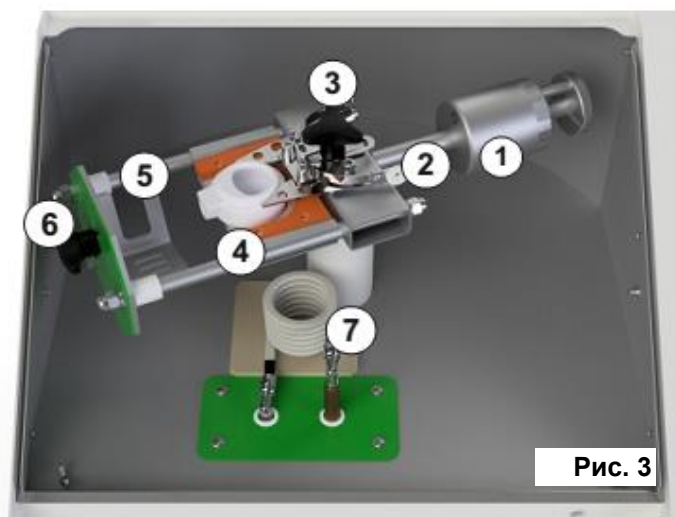

Рис. 3
- Для установки тигля (см. рис. 3):
- нажмите на ручки фиксатора тигля ②,
- установите тигель в гнездо каретки ④,
- отпустите ручки ②,